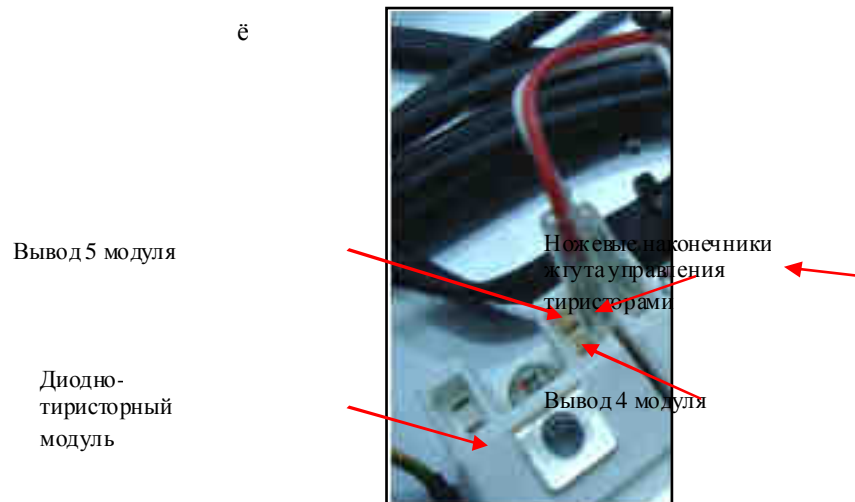

Рис. 4.8.
4.7.2.3. Отсоединить ножевые наконечники жгутов управления тиристорами от выводов 4 диодно-тиристорных модулей (рис. 4.8).
- соединить вывод «Упр.» УПСМ с выводом 4 модуля (рис. 4.8);
4.8.3. Нажать кнопку «Пуск» на пульте управления. Подключить щупы осциллографа поочередно к управляющим контактам 4 и 5 каждого диодно – тиристорного модуля фазы R (см. рис. 4.8, 4.9). Наблюдать импульсы управления.